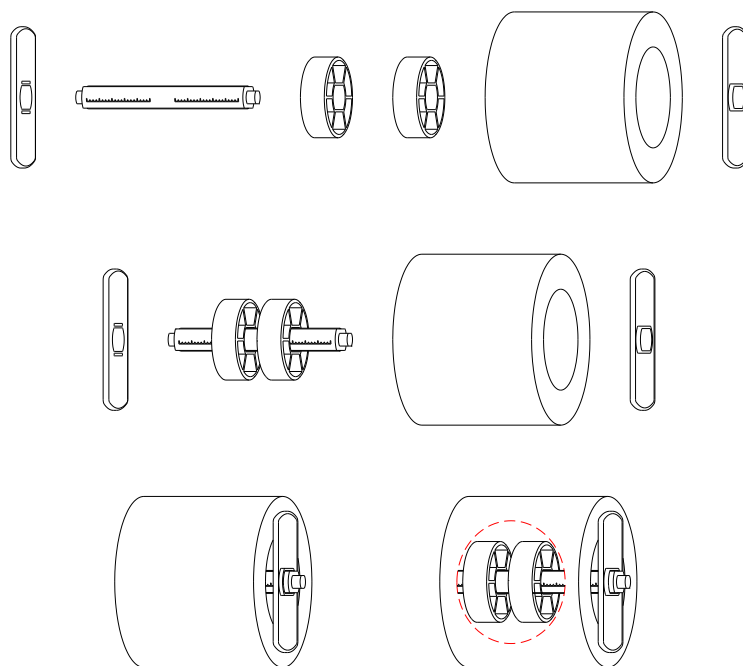

图 2-11
1. 取出纸卷轴，将纸卷套入纸卷轴（如果是 3 英寸大纸芯的纸卷，请套入纸卷轴套筒），同时将两个纸卷挡板从两边套入纸卷轴，光滑面朝向纸卷，如图 2-11 所示。